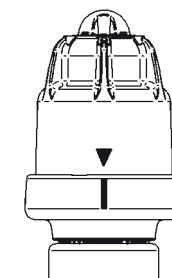

Figure 4
Remarque : Fonctionnement correct uniquement si le capuchon est en pos. Vanne fermée (voir fig. 4).
3. Tourner le capuchon vers la droite jusqu'à ce qu'il s'enclenche de manière perceptible. Les index se trouvent en face l'un de l'autre (voir figure 4).
Remarque : TS+ ne fonctionne correctement que si le capuchon est en position Vanne fermée (voir figure 4).
Tourner le capuchon vers la droite jusqu'à ce qu'il s'enclenche de manière perceptible. Les index s'alignent (voir figure 4).